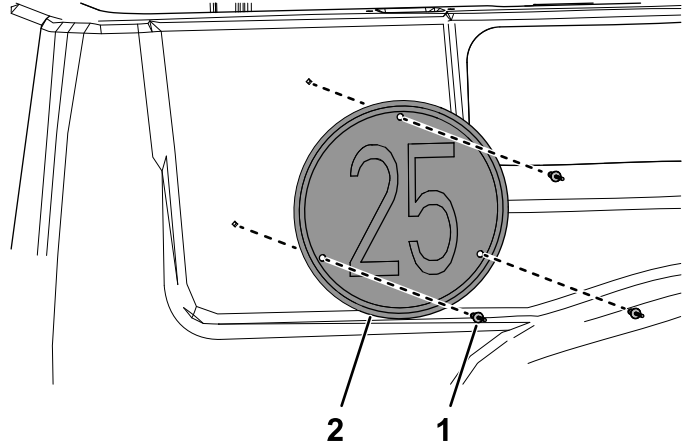

Figura 16
4. Montează plăcuța cu viteza maximă pe partea laterală a platformei de încărcare utilizând 3 nituri pop (3/16 x 15/16") așa cum se arată în Figura 16.